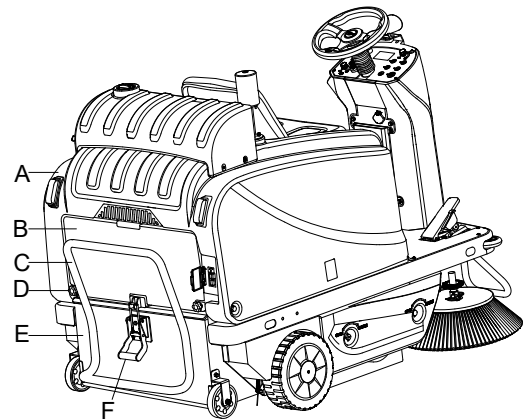

Рис. 30
3. Снимите крышку (А, рис. 30)
4. Отсоедините защелку (F, рис. 30), потянув за ее нижний конец.
5. Снимите бункер (Е, рис. 30), отсоединив его от внутренних направляющих с помощью ручки (С, рис. 30).
6. Отверните ручки (D, рис. 30) и снимите крышку отсека фильтра (В, рис. 30).